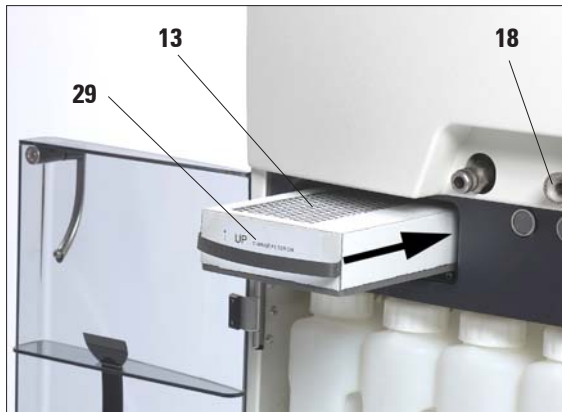

Fig. 5
- Disimballare il filtro a carbone attivo (29) e inserirlo nello strumento (vedi fig. 5).